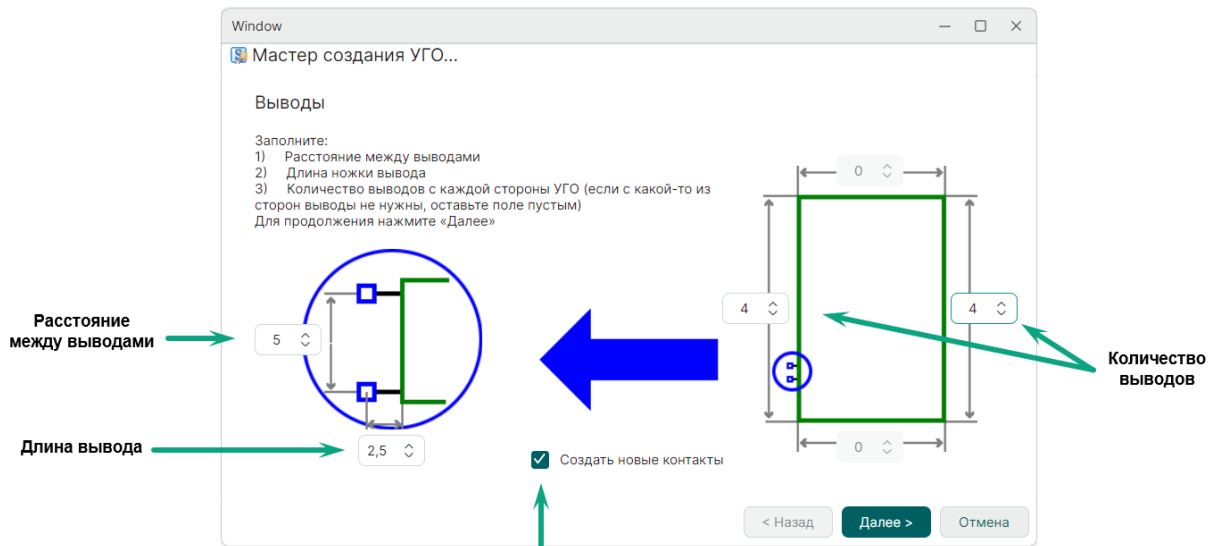

Рис. 219 Настройка параметров выводов
3. Определите данные о выводах, см. Рис. 219.